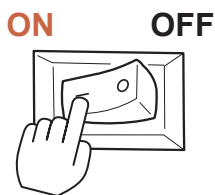

Рисунок 3
- Установите рычаг воздушной заслонки в положение OFF (Закрето). Если двигатель прогрет, то воздушную заслонку можно не закрывать. (Рисунок 3)